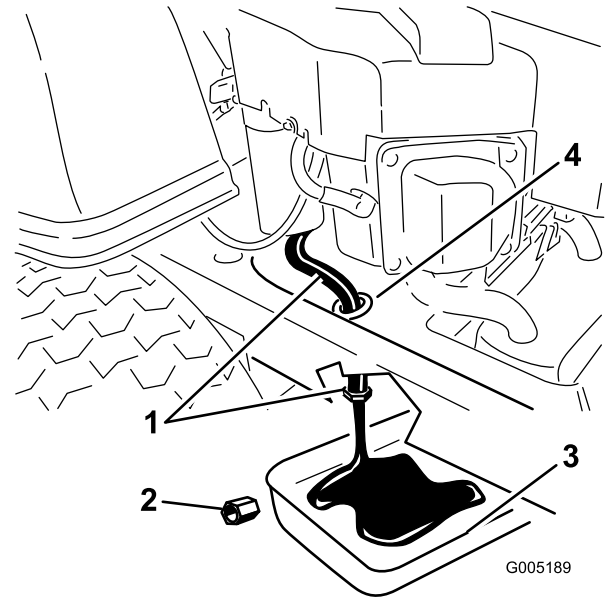

Figura 33
- Localice el manguito de vaciado del aceite, en el lado izquierdo del motor. El tapón de vaciado está conectado a un manguito de vaciado que pasa por un orificio de vaciado en el bastidor de la máquina (Figura 33). Limpie la zona alrededor del tapón de vaciado de aceite y el manguito de vaciado del aceite.
- Coloque un recipiente debajo de la máquina, directamente debajo del manguito de vaciado del aceite, según se muestra en Figura 33.
- Usando dos llaves inglesas (una para sujetar el manguito de vaciado del aceite y la otra para aflojar el tapón), retire el tapón de vaciado de aceite (Figura 33).
13. Cuando se haya drenado completamente el aceite, coloque el tapón de vaciado. Apriete el tapón a 14 Nm. Limpie cualquier exceso de aceite (Figura 33).